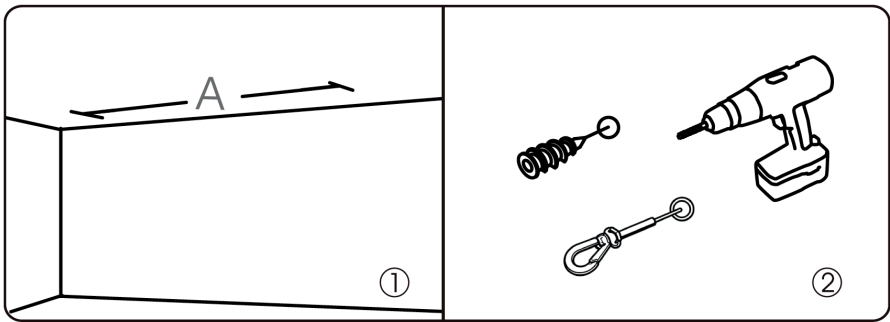

Abbildung 13
1. Besorgen Sie sich für die abgehangte Montage der Leinwand zu Ihrem Deckentragwerk passende schließbare Schraubkarabiner und ggf. Dübel. Bei Unsicherheit lassen Sie sich z.B. im Baumarkt fachmännisch beraten. Bringen Sie die Karabiner an Ihrer Decke fachlich korrekt an und achten darauf, dass die Karabiner parallel zur Wand dahinter installiert werden. (Abb. 13)